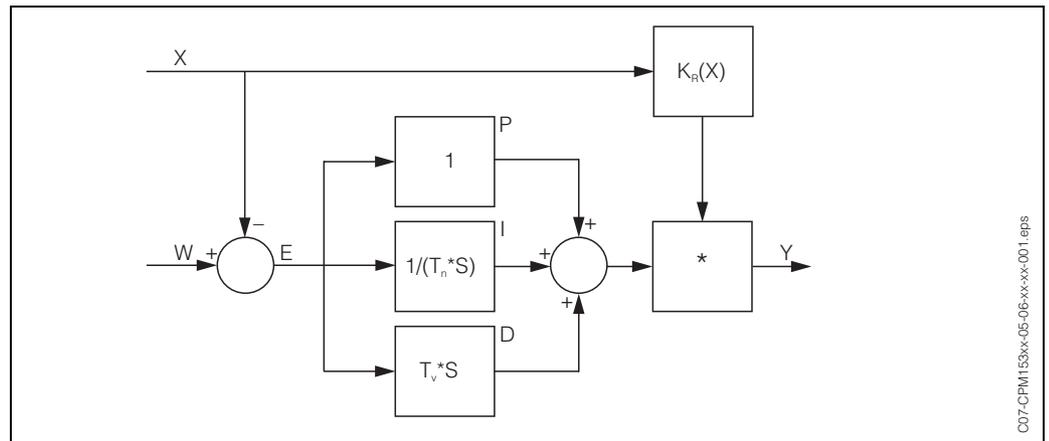

fig. 26: Diagramma schematico del controllore del CLM153 con guadagno totale $K_R(X)$
- Il fattore $K_R(X)$ è il guadagno totale (v. fig. 26. È impostato nel CLM153).